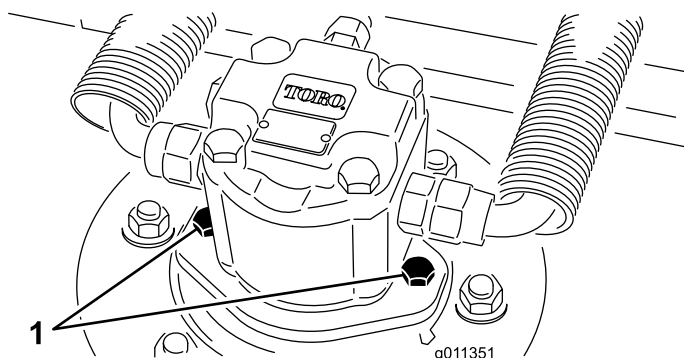

Figura 124
2. Deconectați i scoateți motorul hidraulic din unitatea de tăiere (Figura 124). Acoperii partea superioară a axului pentru a preveni contaminarea.
3. Montai motorul hidraulic la unitatea de tăiere (Figura 124). Asigurați-vă că garnitura inelară este fixată și nu prezintă deteriorări.